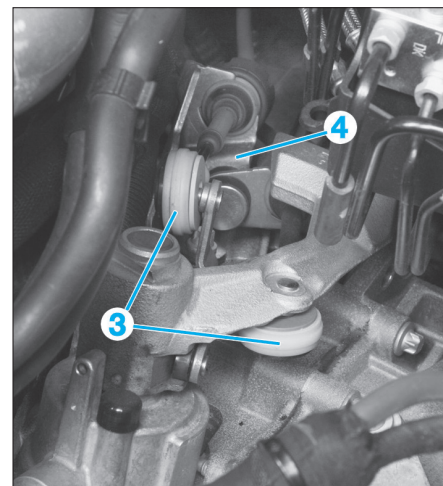

Fig. 4
- Débrancher le connecteur du contacteur de feux de recul (2).
- Dégrafer les câbles de commande (3) de la boîte de vitesses (Fig.4).
- Retirer les câbles de commande (3) de la patte d'appui (4).